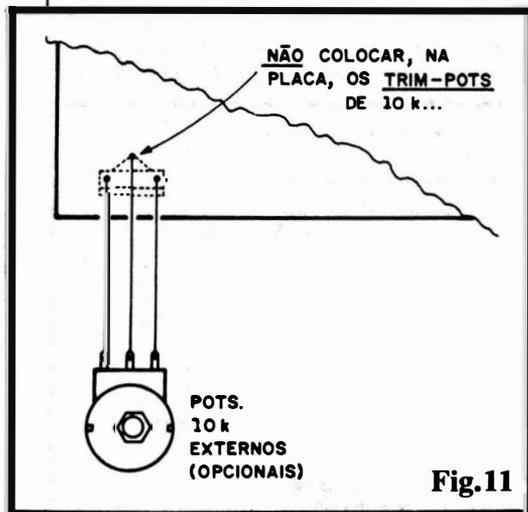

Fig.11
- FIG. 11 - ANEXAÇÃO (OPCIONAL) DE POTENCIÔMETROS DE CCNTROLE DE NÍVEL AO VUS...
- Para tornar mais confortáveis os eventuais ajustes "finos" ou momentâneos de nível (sensibilidade de Entrada) para o VUS, o Hobbysta poderá optar pela substituição dos originais **trim-pots** de 10K por potenciômetro (de idêntico valor), ligados aos convenientes pontos da placa "A" via pedaços de fio flexível isolado (cabinho de ligação...), conforme ilustra a figura... Nesse caso, certamente, os referidos **trim-pots** devem ser "desprezados" (não precisarão ser adquiridos, nem - obviamente - soldados à placa...). Os dois potenciômetros poderão ter seus eixos/**knobs** presentes no painel frontal final do VUS (rever fig. 9), sob o **display** ou ao lado deste... Com tal disposição, mesmo que o volume final do equipamento de áudio seja sensivelmente modificado, sempre haverá uma possibilidade de re-ajuste fácil na sensibilidade do VUS, capaz de gerar imagens interessantes na sua "tela"... Quanto aos **trim-pots** de pré-ajuste (4K7), como se tratam de configuradores de equilíbrio interno do circuito, na prática não existe a conveniência de substituí-los por potenciômetros de acionamento externo... No entanto, se o Leitor/Hobbysta for do tipo que adora fazer constantes "ajustes finos" no desempenho dos circuitos, nada impede que estes também sejam "trocados" por potenciômetros, ligados à placa nos mesmos moldes indicados na fig. 11...